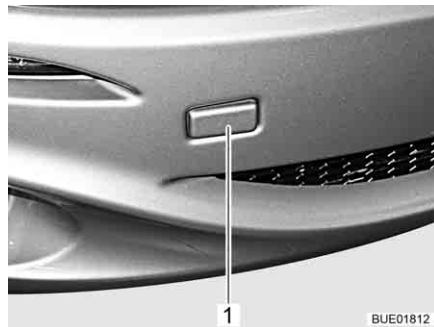

Bild 50 Lock till bogseröglans fäste
- Tag bort plattan (Bild 50,1).